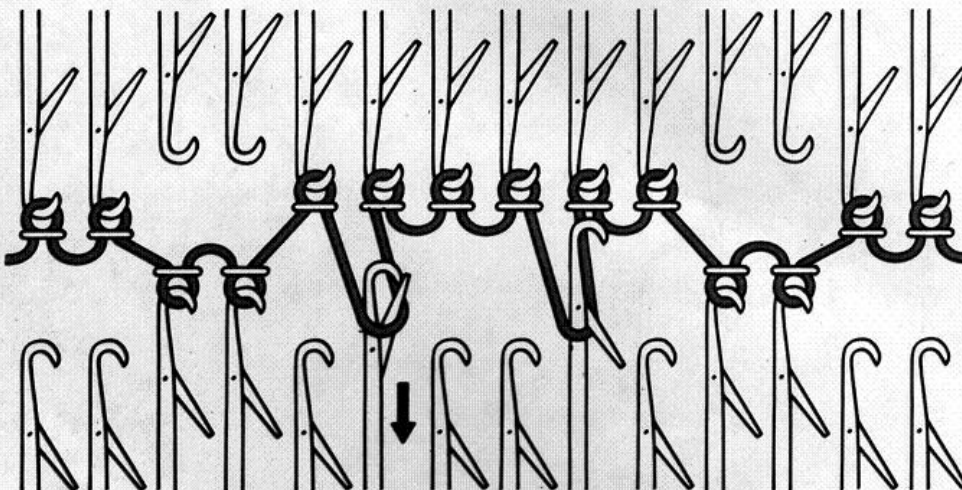

Fig. 63
- **Chariots à gauche.** Monter en travail face aux 6 aiguilles de la torsade les 2 aiguilles 7 et 8 et monter en D les 6 aiguilles de la torsade (fig. 63).